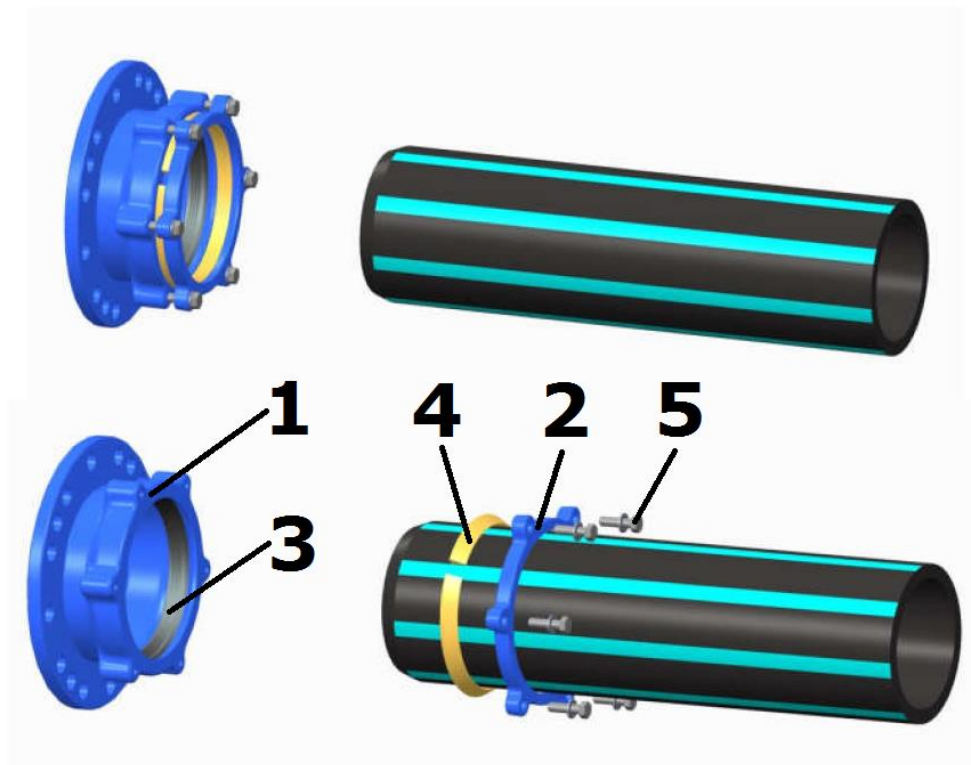

BILD 1
Auf das 30° angefasste Rohr werden zuerst der Spannring (2) und dann der Klemmring (4) aufgeschoben (Bild 1).